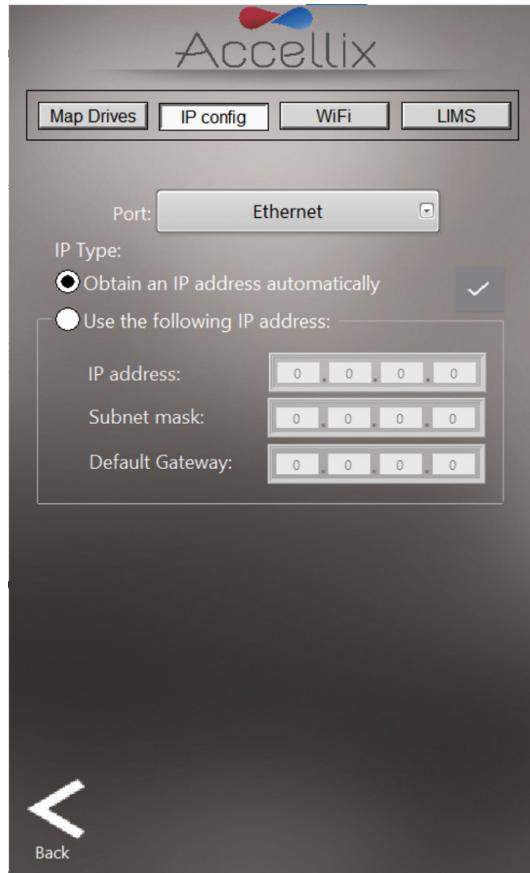

图25：网络屏幕：IP 配置选项卡
2. IP config (IP 配置) 选项卡 (图 25) 允许将 Accellix 仪器的两个以太网端口中的任一端口的 TCP/IP 地址配置为使用动态或静态 IP 地址。